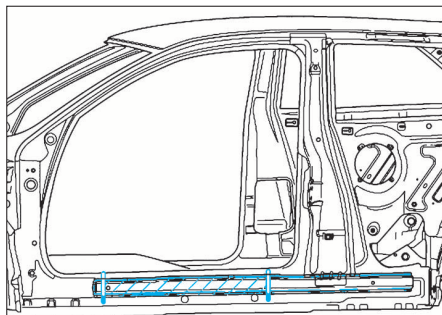

FIG. 22
- Détacher l'assemblage d'origine (Fig.22).